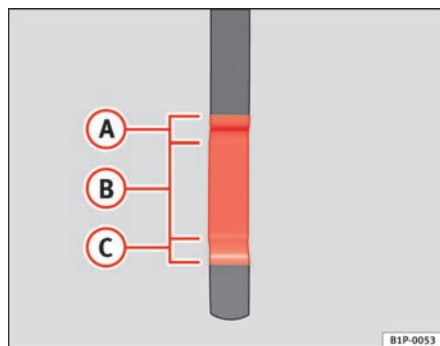

Abb. 139 Ölmesstab
- Den Messstab anschließend wieder herausziehen und den Ölstand ablesen ⇒ Seite 220, Abb. 139. Füllen Sie gegebenenfalls Motoröl nach.